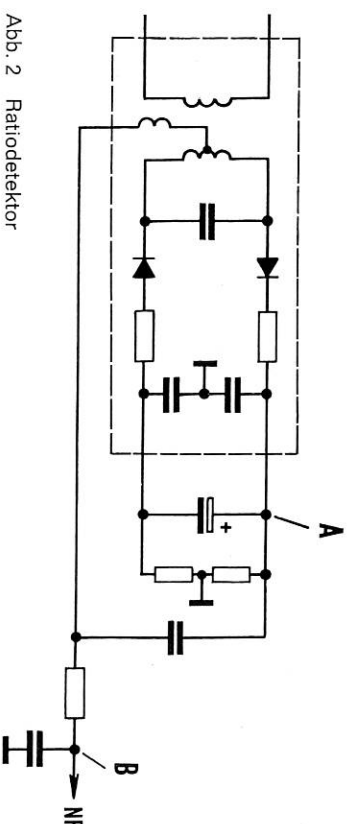

Abb. 2 Ratiodektor
Über einen Entkopplungswiderstand von 200 kΩ ist das Signal auf den Y-Eingang des Oszillographen (z. B. GRUNDIG G 3/13) auszukoppeln, bei FM am Punkt B der Abbildung 2, bei AM vor dem Klangregelnetzwerk.
Über einen 200-kΩ-Entkopplungswiderstand ist ein Gleichspannungsröhrenvoltmeter (z. B. GRUNDIG RV 20, UV 4) entsprechend Abb. 2 an Punkt A des Ratiodektors anzuschließen. Die HF-Ausgangsspannung ist so weit zu erhöhen, bis sich der angezeigte Wert trotz weiterer HF-Spannungserhöhung nur mehr unwesentlich ändert. Der Begrenzungseinsatz kann an der Stellung der geeichten Spannungsteiler ⑫ ⑬ ermittelt werden.
Um den Sekundärkreis des Ratiodfilters auf größtmögliche Linearität und Symmetrie abzugleichen, wird die HF-Ausgangsspannung zweckmäßigerweise durch die Abgleichöffnung im UKW-Aggregat mittels eines Drahtstückes eingekoppelt und für das Sichtgerät eine Spannung über einen 200- $\Omega$ -Entkopplungswiderstand hinter dem NF-Ausgang des Diskriminators, z. B. an der Deemphase (Abb. 2, Punkt B), abgenommen. Dabei wird bei Geräten ohne AM-Unterdrückungstrimmer der Sekundärkreis bei großem HF-Signal auf größte Linearität und Symmetrie innerhalb des 75-kHz-Hubes abgeglichen. Bei Geräten mit AM-Unterdrückungstrimmer wird der Trimmer bei maximalem HF-Signal auf maximale AM-Unterdrückung eingestellt, dann der Sekundärkreis bei geringer HF-Spannung auf größtmögliche Linearität und Symmetrie nachgetrimmt.